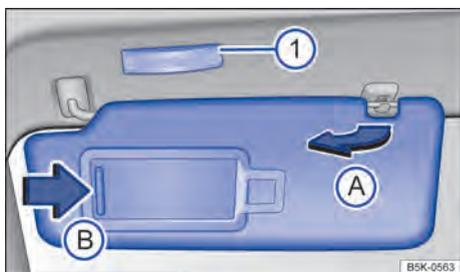

Fig. 94 No revestimento do teto dianteiro: para-sol.
- Retirar do suporte e virar na direção das portas → Fig. 94 (A).
No para-sol rebatido para baixo encontra-se um espelho de cortesia atrás de uma cobertura. Ao abrir a cobertura → Fig. 94 (B) acende-se a lanterna → Fig. 94 (1).